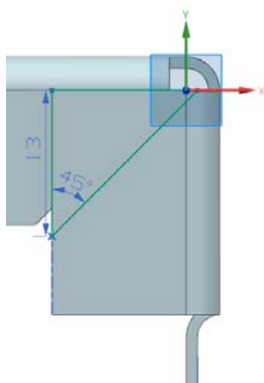

图 5-93 绘制草图
(2) 在视图区选择草图工作平面, 如图 5-92 所示, 进入草图绘制环境, 绘制图 5-93 所示的草图。单击“完成”按钮 , 草图绘制完毕。